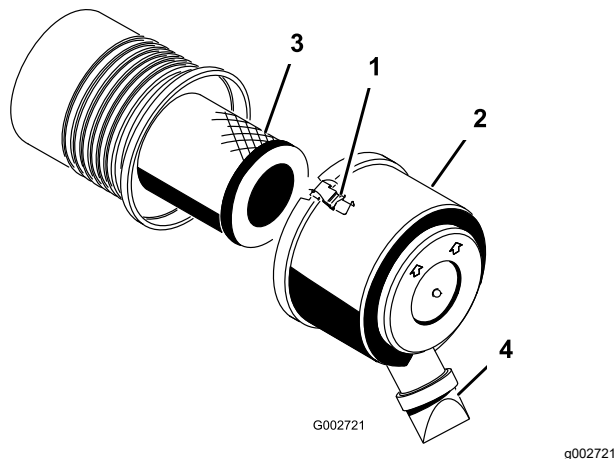

Рисунок 27
1. Отпустите защелки, фиксирующие крышку воздухоочистителя на его корпусе (**Рисунок 27**).